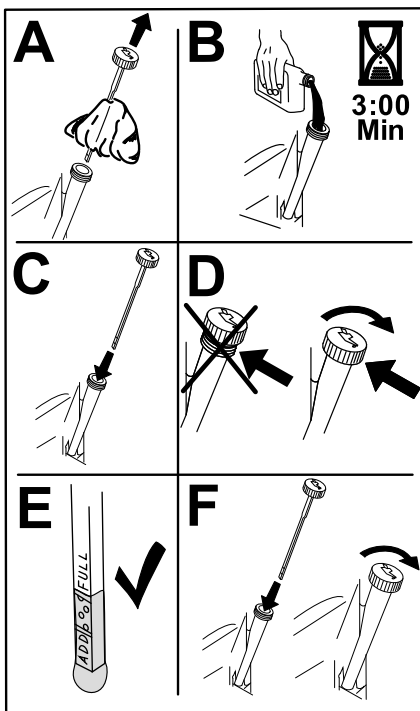

Figura 43
6. Turnați încet aproximativ 80% din uleiul specificat în tubul de umplere și adăugați lent ulei suplimentar pentru ca acesta să ajungă la marcajul Complet (Figura 43).